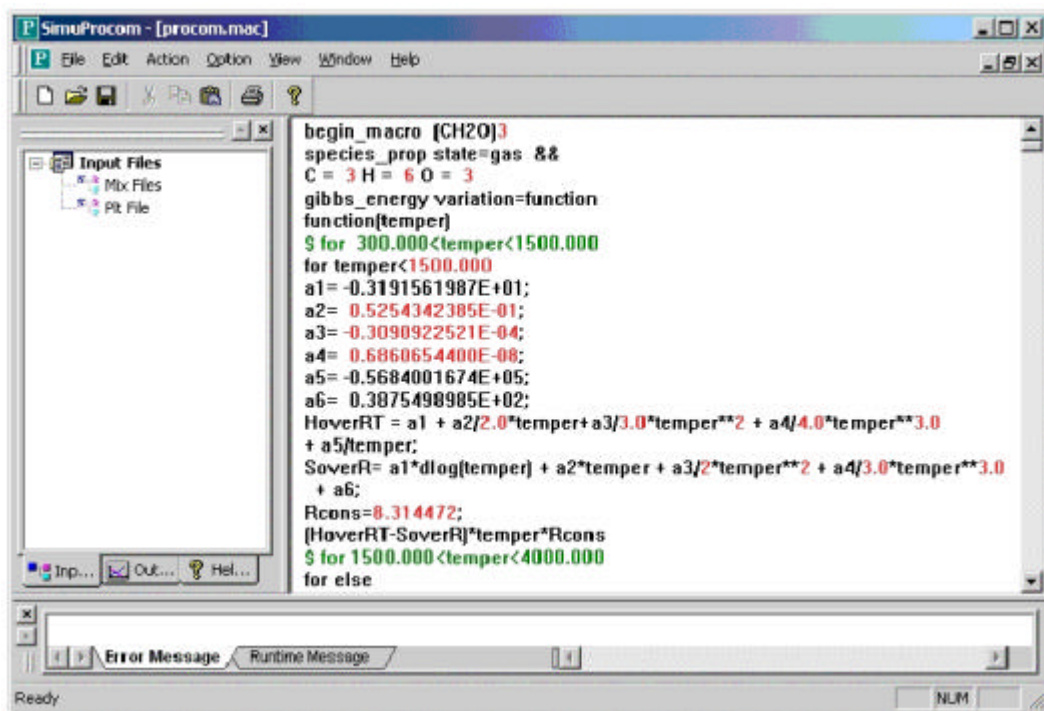

図4 ユーザにより編集可能な物性のマクロライブラリ
- (4) 図4はユーザによる設定変更が可能な化学物質マクロライブラリの一部の表示です。PROCOMでは化学物質の物性情報として多くのデータが使用されています。